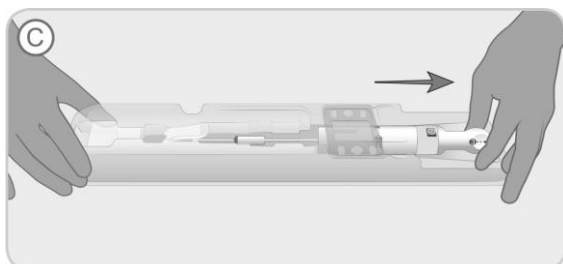

Figura 4. Tire del mango del dispositivo hasta alcanzar un tope firme.
- C. Sosteniendo firmemente la bandeja, tome la parte trasera del mango (leva de desbloqueo) y tire hasta alcanzar un tope firme (marcado con la letra «C» en la bandeja), figura 4. El implante se encuentra ahora plegado en la cánula de carga.